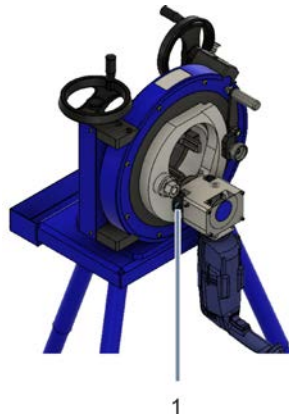

Bild 1
- Vor jeder Wartung (empfohlen wird dies jährlich) bitte alle vorgesehenen beweglichen Teile schmieren. Hierbei sind zwei Schmiernippel für Antriebseinheit (Bild 1) und Drehführung (1) vorgesehen.